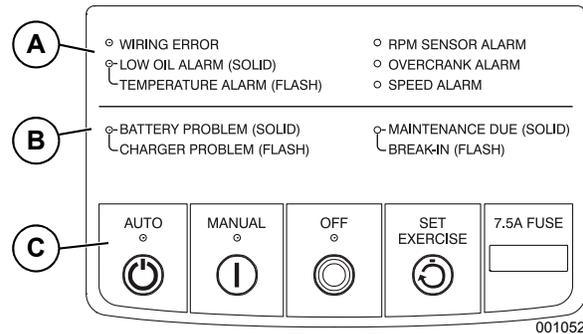

Figura 3-3. Tablero de control y LED del generador
La interfaz Auto/Off/Manual situada en el panel de control tiene las siguientes funciones (vea la Figura 3-3):
La interfaz de usuario incluye siete (7) LED, que indican las alarmas, advertencias y acciones de mantenimiento que deben efectuarse del generador. Vea en la Figura 3-3 y en la tabla siguiente los detalles de cada indicación.